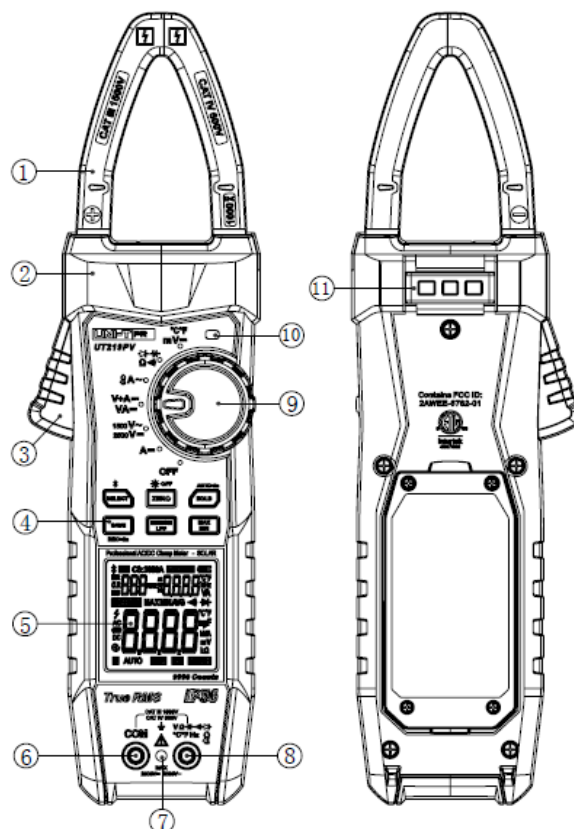

Abbildung 1
1. UT219V Struktur (Abbildung 1)